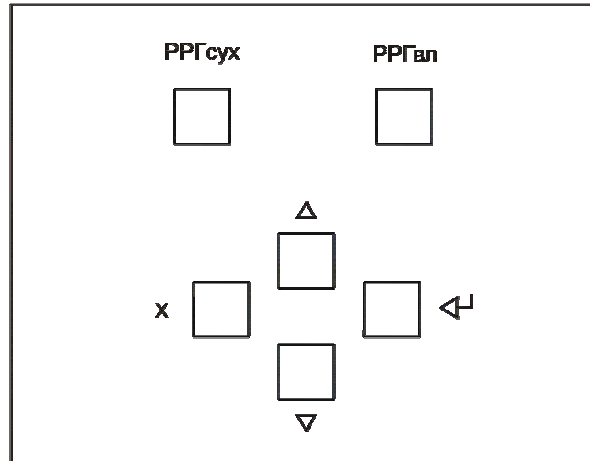
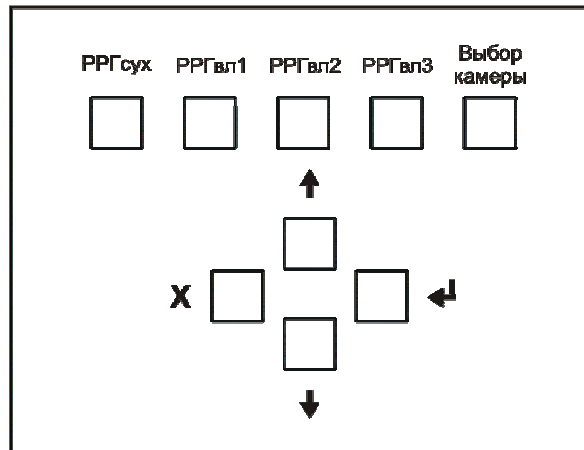

Рис.3. Внешний вид кнопок управления ГВГ-901
Рис. 4 Внешний вид кнопок управления ГВГ-902
1.4.21.2 Генератор (мод. ГВГ-901) оснащен 6-тью тактильными кнопками управления. Внешний вид кнопок управления приведен на рис. 3. Генератор (мод ГВГ-902) оснащен 9-тью тактильными кнопками управления. Внешний вид кнопок управления приведен на рис. 4.